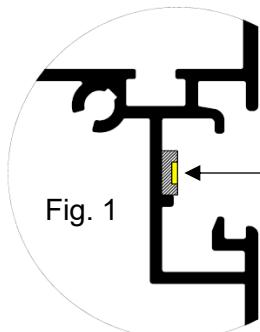

Fig. 1
- 6 – Connecter le transformateur 24V au récepteur radio (fig. 1).
- 1 – Coller les bandeaux LED 1 et 2 sur les poutres dans les emplacements prévus à cet effet (Fig. 1).